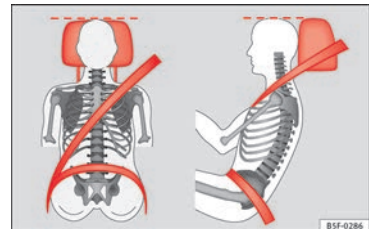

Abb. 93 Richtig eingestellte Kopfstütze von vorne und seitlich betrachtet.
– Stellen Sie die Kopfstützen so ein, dass sich die Oberkante der Kopfstütze möglichst auf einer Linie mit dem oberen Teil des Kopfes, jedoch nicht niedriger als Augenhöhe befindet »» **Abb. 93.**